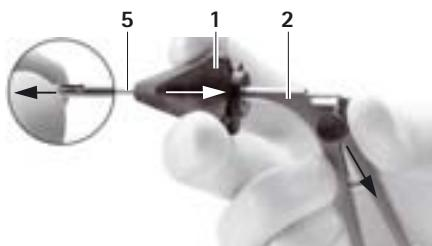

Fig. 2
- Separare il gambo 5 e l'impugnatura 2, vedere Fig. 2: